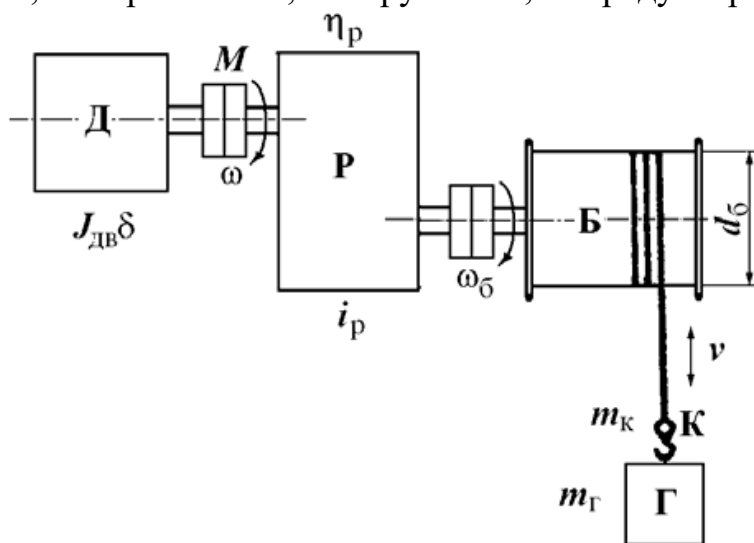

Рис.1. Грузоподъемная лебедка
**Задача 1.** Лебедка для подъема груза (рис.1) включает в себя барабан сканатом Б, крюк К, груз Г, редуктор Р и двигатель Д.
**Задача 3.** Определить мощность двигателя привода лебедки (см. рис.1) в установившемся режиме работы. Данные привода:  $G_k = 5000$  Н;  $G_T = 15000$  Н;  $v_{\downarrow} = v_{\uparrow} = 0,5$  м/с; КПД редуктора  $\eta_p = 0,8$ ; КПД редуктора при работе лебедки без груза  $\eta_0 = 0,5$ .
**Задача 6.** Определить требуемый момент двигателя при пуске и торможении привода лебедки (см. рис.1) с постоянным ускорением  $\varepsilon = d\omega / dt = 100 \text{ рад/с}^2$ . Данные привода:  $M_{с.гр} = 500 \text{ Нм}$ ;  $M_{с0} = 50 \text{ Н.м}$ ;  $\omega_{уст} = 100 \text{ рад/с}$ ;  $t_{п} = t_{т} = 1 \text{ с}$ ,  $J_{дв} \delta = 2 \text{ кгм}^2$ ;  $J_{пр} = 3 \text{ кгм}^2$ .